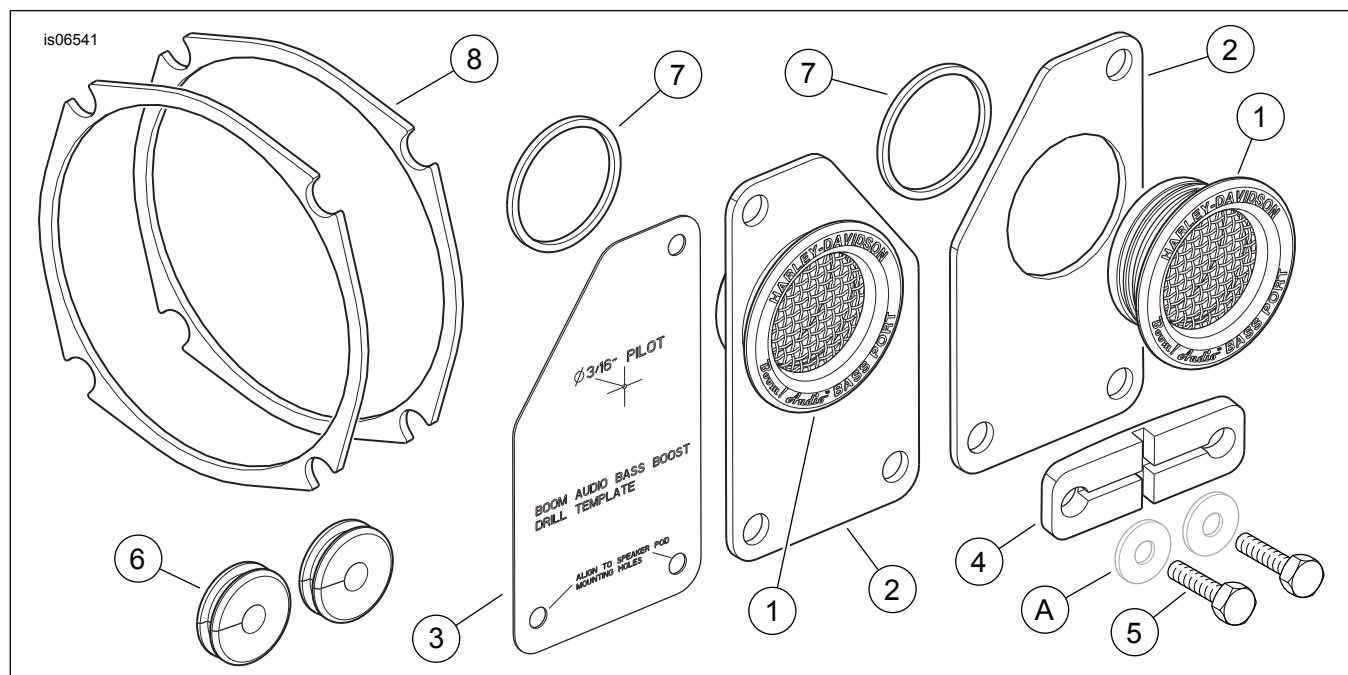

Figura 1. Parti di ricambio, kit porte del Tour-Pak per il booster dei bassi dell'impianto BOOM! Audio
Vedere Figura 1 e Tabella 1.
7. Vedere Figura 1. Prendere dal kit la sagoma per i fori (3). **Se NON dotato di porta di alimentazione: Se dotato di porta di alimentazione:**